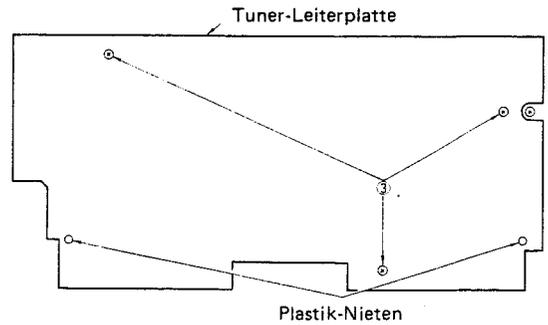
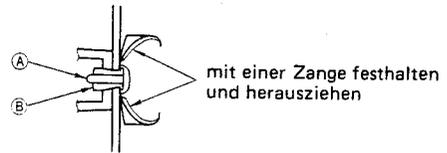

Abb. 8
Abb. 9
- 3) Entfernen Sie die in Abbildung 8 gezeigten zwei Plastik-Nieten, indem Sie wie in Abb. 9 gezeigt zuerst den Teil A der Niete herausziehen und dann den Teil B.
HINWEIS: Beim Wiedereinbau steckt man zuerst den Teil B (Abb. 9) und dann Teil A hinein.
- 4) Nach Entfernen der in Abb. 8 gezeigten Schraube ② (gelbliche Schraube, 3 x 12) läßt sich die Tuner-Leiterplatte nach hinten wegnehmen.
Die Skaleneinheit läßt sich durch Lösen der in Abb. 8 gezeigten drei Schrauben ③ (gelbliche Blechschrauben, 3 x 12) abnehmen.